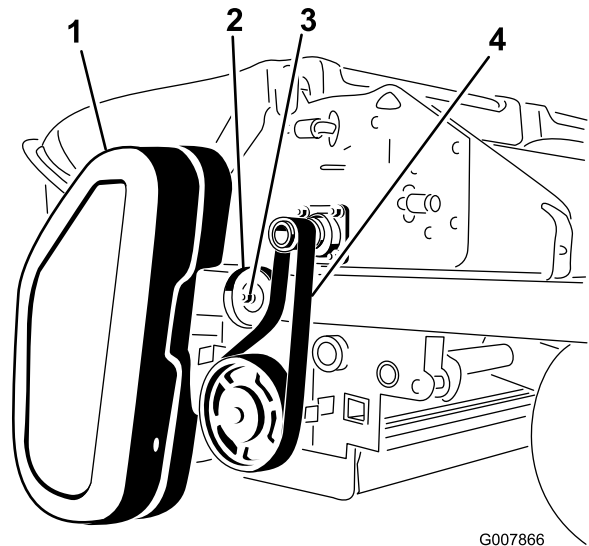

Bild 60
1. Entfernen Sie die Riemenabdeckung (Bild 60).
2. Lockern Sie die Mutter an der Spannscheibe (Bild 60).
3. Schieben Sie den Riemen von der Häkslerwelle und der Bürstenscheibe (Bild 60).